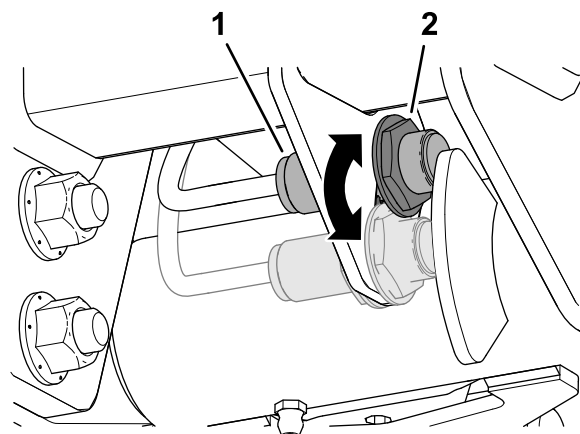

Рисунок 53
3. Ослабьте контргайку, которая крепит переключатель подъемного рычага к пластине переключателя (Рисунок 53).